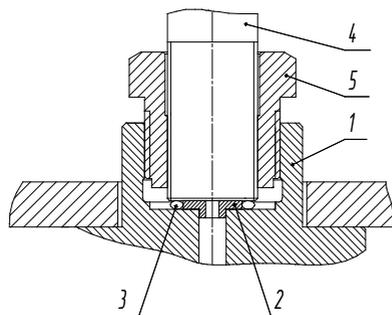
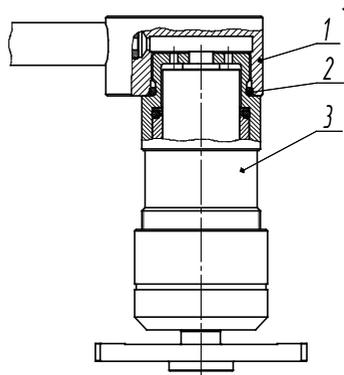

Рисунок 10. Установка кронштейна для МПП-В.
Рисунок 11. Установка ИПС на кронштейн МГП-В.
6.6 Для исполнения МПП-В установите в стойку ИПС 1 (Рис. 10) специальное уплотнение, состоящее из металлической шайбы 2 и резинового кольца 3. Затем установите на стойку ИПС 1 кронштейн 4 посредством гайки переходной 5. Подтяните данное соединение гаечным ключом с небольшим усилием, достаточным для их устойчивого положения. Вакуумную ИПС 3 (Рис. 11) с резиновым кольцом 2 установите на кронштейн 1.